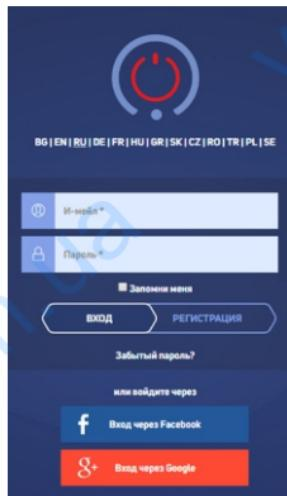

Рис. 7
5.3 При первом входе в систему Вы должны зарегистрироваться или войти в систему нажав на соответствующую кнопку аккаунта Facebook, Google+ или Twitter. (Рис. 7)